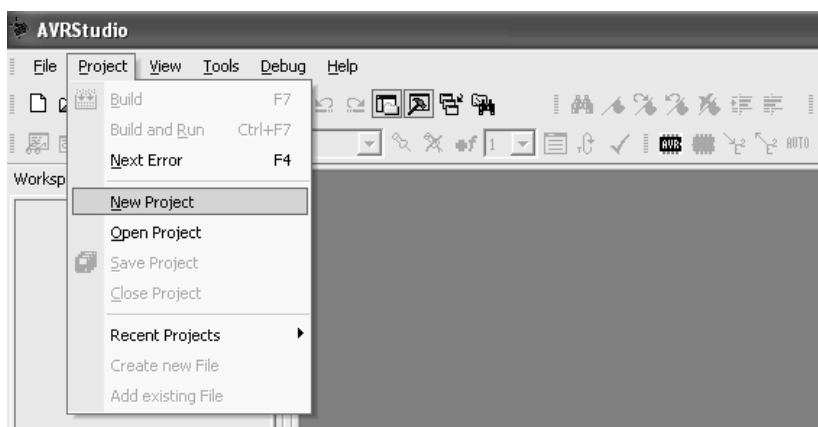

Рисунок 1.23 – Головне вікно інтерфейсу AVR Studio
4. Створити новий проект, кнопки «Project->New Project». Ввести ім'я проекту, натиснути Finish (рис.1.23, 1.24).